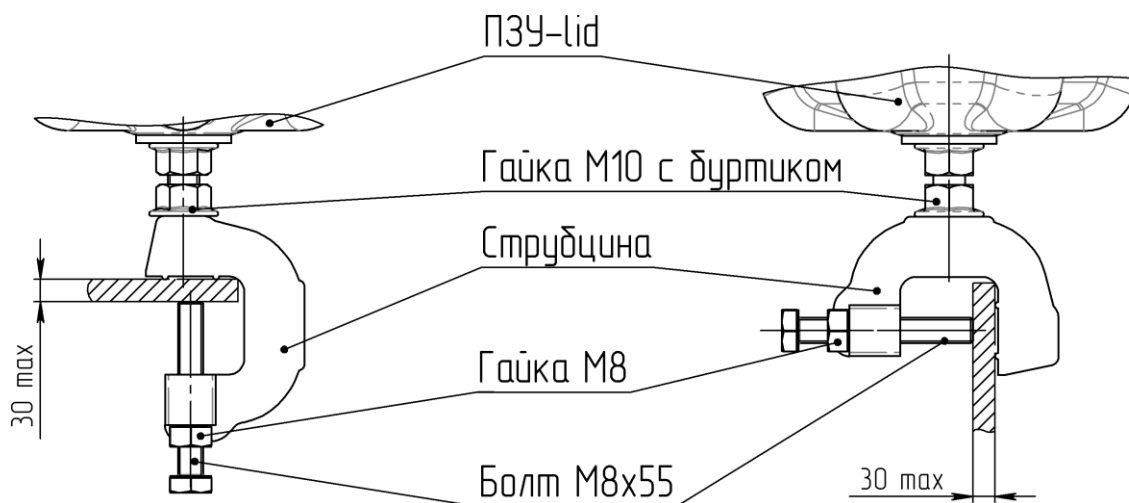

Рис. 2. Установка базового комплекта **ПЗУ-LID** на горизонтальную и вертикальную полки толщиной до 30 мм
- Установить струбцину с ПЗУ одним из способов, изображённых на рис. 2, сориентировав вырез ПЗУ относительно траверсы соответствующим образом.